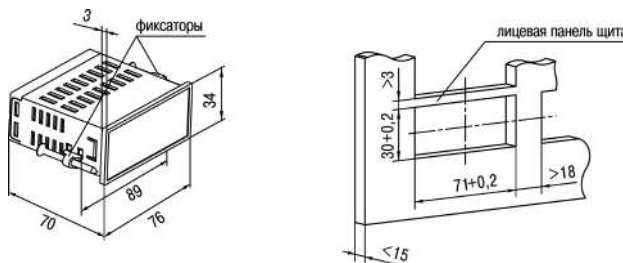

Рисунок 4.2 – Габаритные размеры корпуса ЩЗ
1. Подготовить на щите управления монтажный вырез для установки прибора (см. рисунок 4.2).